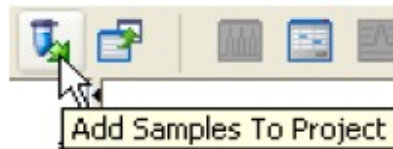

Figura 42. Icono de ingreso de muestras.
**7.17.5** Coloque el puntero en el ícono de la figura 42 para añadir las muestras al nuevo proyecto. Alternativamente, puede seleccionar la opción Edit y luego **"Add Samples to Project"**.